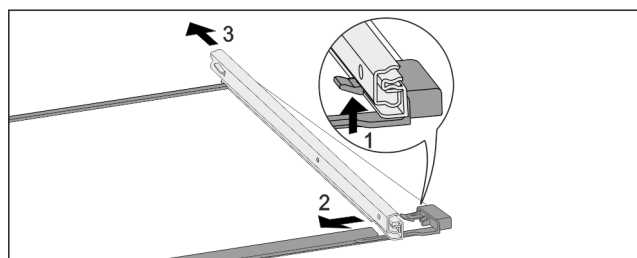

Fig. 179 Płyta szklana z szynami
- ▶ Wcisnąć przedni hak ryglujący do góry. Fig. 179 (1)
- ▶ Wsunąć prowadnicę w bok Fig. 179 (2) i do tyłu Fig. 179 (3).